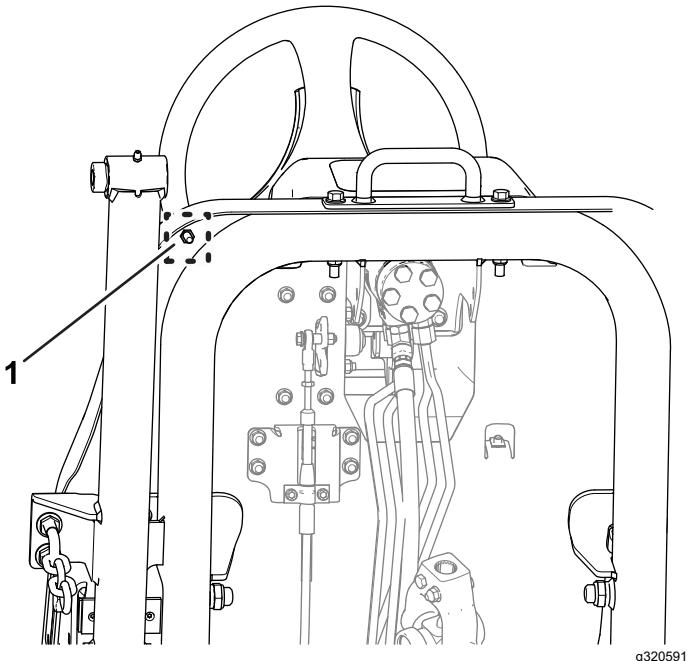

Bild 77
- F. Halten Sie den Fahrpedalanschlag fest und ziehen Sie die Klemmmutter an der Unterseite der Fußplattform-Platte (Bild 76 und Bild 77) auf 37-45 N·m an.
- B. Lösen Sie die Klemmmutter an der Unterseite der Fußplattform-Platte (Bild 77).